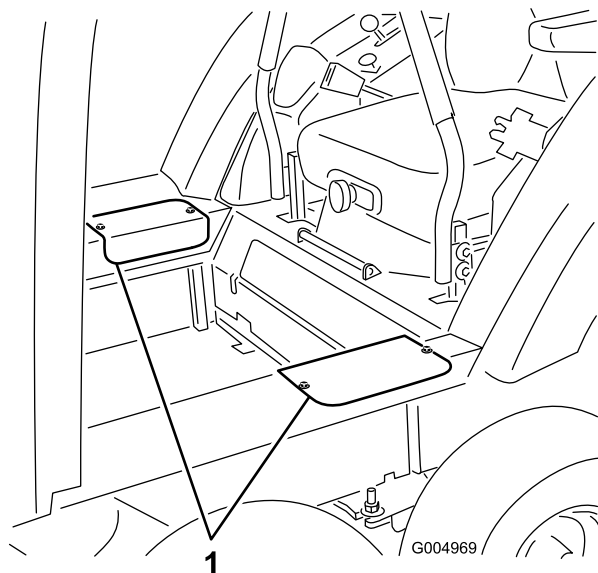

Figura 32
24. Instale las tapas de acceso lateral con los tornillos que retiró anteriormente (Figura 32).